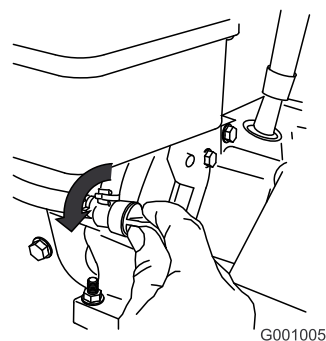

Рисунок 26
3. Поверните отсечной кран топлива против часовой стрелки для того, чтобы открыть его (Рисунок 26).